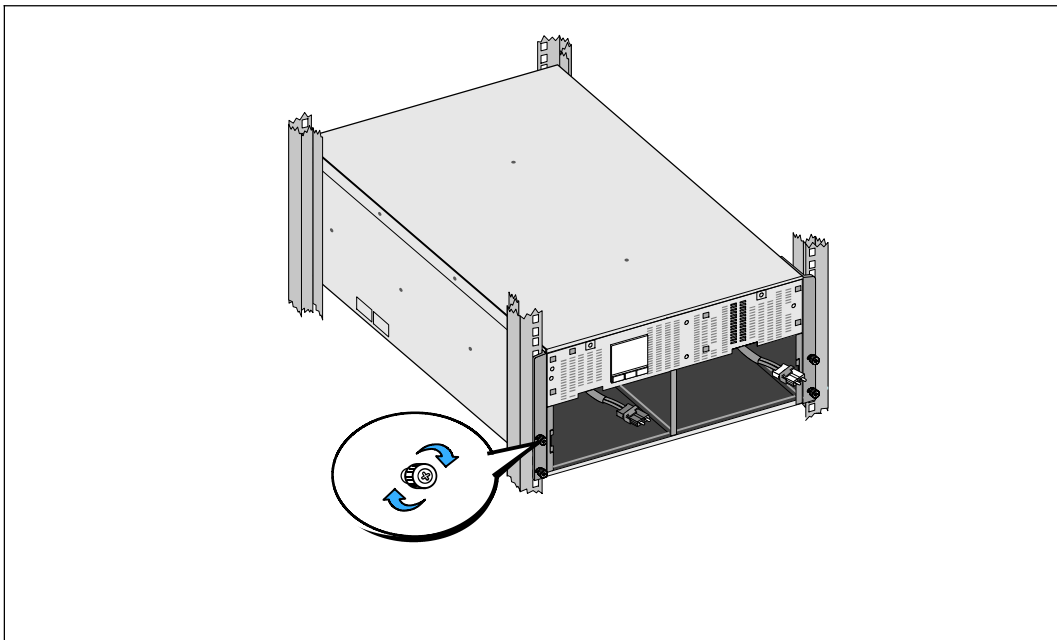

Figura 12. Aseguramiento del gabinete
- 7 Asegure el frente del gabinete al bastidor mediante el uso de tornillos de mano en los soportes de montaje (véase Figura 12). Apriete los tornillos en el sentido de las manecillas del reloj; no utilice herramientas eléctricas.